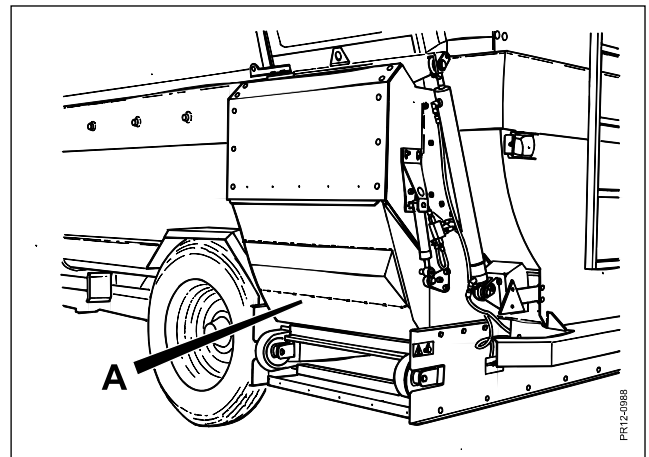

Fig. 5.17
- Fig 5.17** Vippeklappen A skal være lukket.